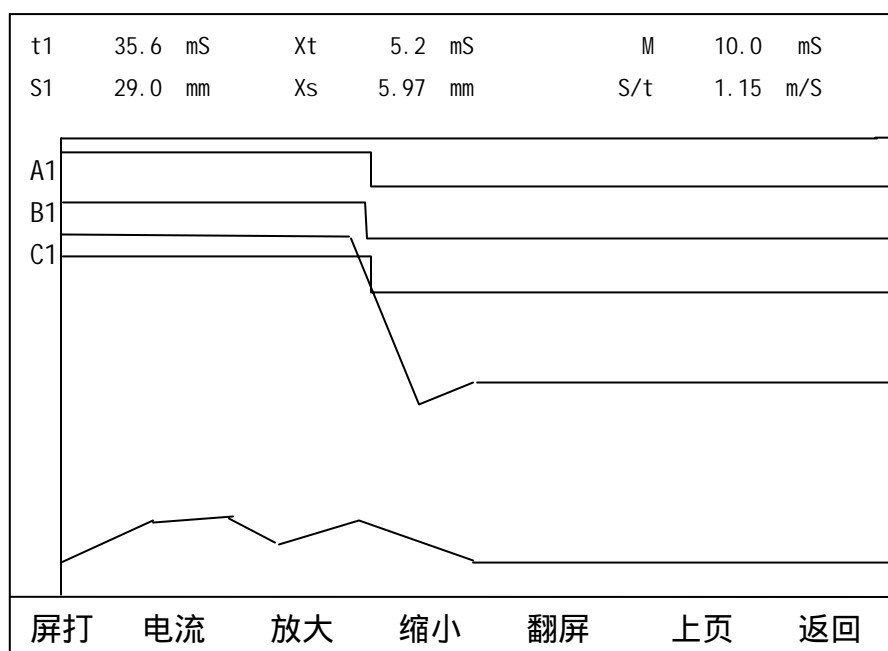

图 14
按“下页”屏幕进入图形显示界面(如图 14)。
9、图形数据显示界面如图 14 所示，